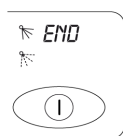

Fig.17
- 6- Attendere la visualizzazione della scritta "END" ciclo terminato. Aprire la porta e togliere il cesto con le stoviglie pulite. (Fig.17)